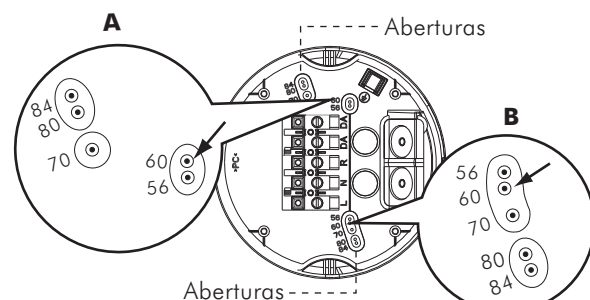

FIG.7-A
3.4.1.3 Hay 5 pares de las aberturas con varias distancias de 56 mm a 84 mm en la base inferior para ser seleccionados para diferentes aplicaciones de montaje (Ver FIG.7-A). Seleccione dos figuras iguales en ambos extremos para la distancia correspondiente para la fijación (Ver FIG.7-B).